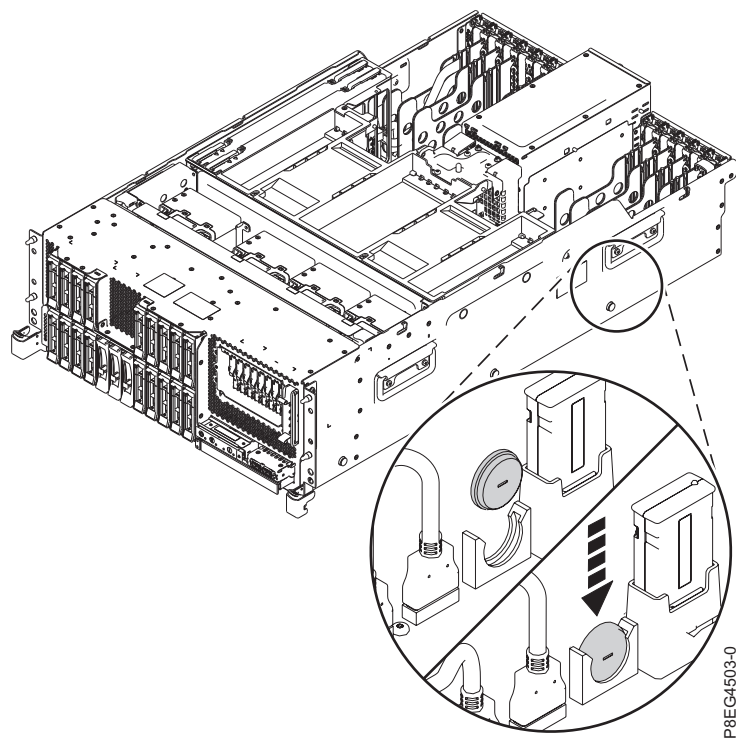

Figure 2. Insertion de la batterie de l'horloge
2. Insérez la batterie de l'horloge dans son emplacement sur le fond de panier du système comme illustré à la figure 2. Vérifiez à l'insertion de la batterie avec la polarité correcte que vous avez notée lorsque vous avez retiré la batterie.